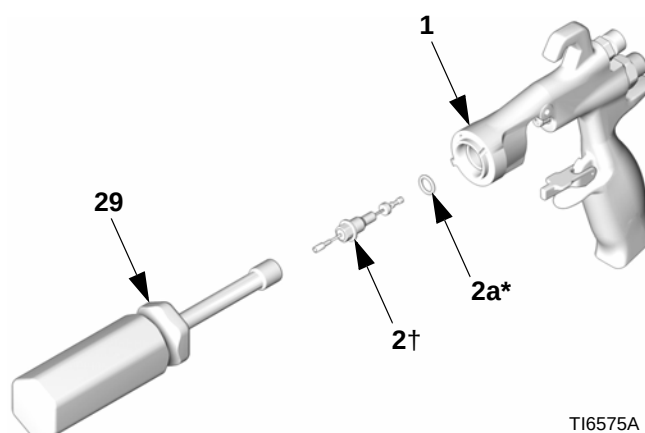

FIG. 42
5. Introduzca con cuidado el extremo más delgado del eje (9) en la válvula de aire (8*).
6. Instale los dos muelles (15 y 19). Enrosque la tapa de resorte (11) en la parte trasera del cuerpo de la pistola. Apriete a un par de 210-220 pulg-lb (24-25 N•m).
7. Lubrique ligeramente las juntas tóricas del conjunto de la aguja y los puntos del eje donde las empaquetaduras se deslizan. Asegúrese de que la junta tórica (2a*) está colocada en el cuerpo de la pistola (1).
8. Introduzca el conjunto de la aguja de fluido (2) por la parte delantera de la pistola. Utilice la llave para tuercas (29) para enroscar el conjunto de la aguja de fluido en el cuerpo de la pistola (1) y apriete a un par de 50-60 in-lb (6-7 N•m). Vea FIG. 42.